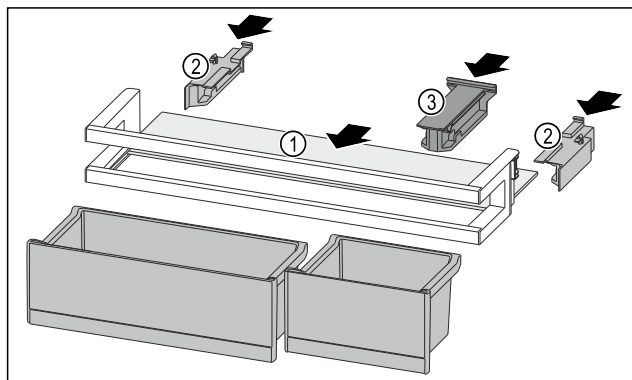

Fig. 135
- Draagplateau Fig. 135 (1) in de zijdelingse inkepingen schuiven.
- Zijdelen Fig. 135 (2) plaatsen.
- Bevestigingsdeel Fig. 135 (3) plaatsen.